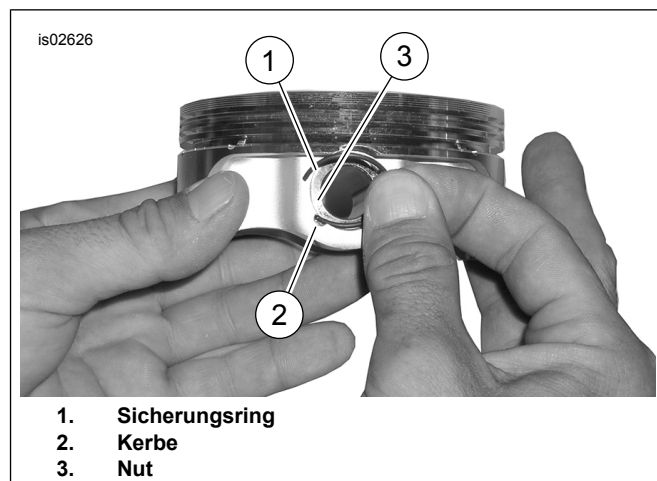

Abbildung 3. Sicherungsring und Kolben
1. Siehe Abbildung 3. Das offene Ende des Sicherungsringes (1) in die Kerbe (2) der umlaufenden Nut (3) des Kolbenbolzenvorsprungs so einsetzen, dass sich die Öffnung beim Einbau entweder in der 12-Uhr-Position oder in 6-Uhr-Position befindet.